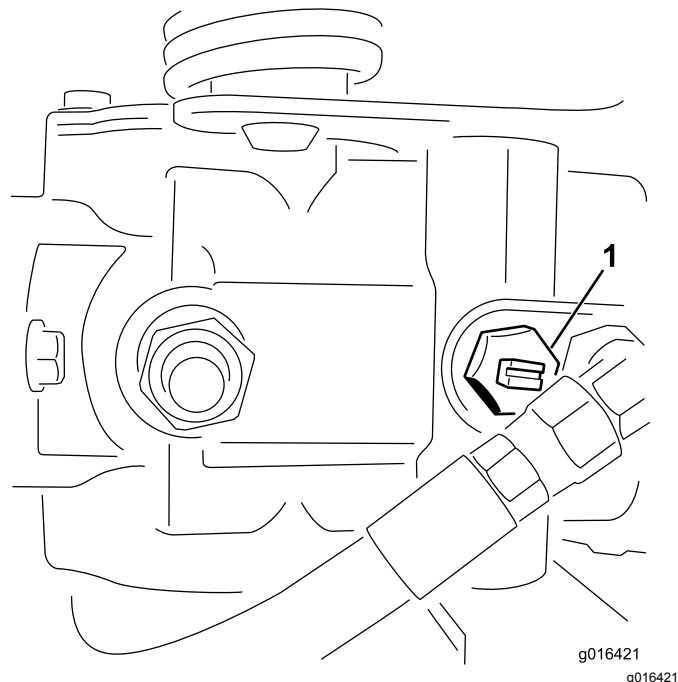

Figure 33
1. Localisez la vanne de dérivation sur la pompe et tournez-la jusqu'à ce que la fente soit verticale (**Figure 33**).
2. Avant de mettre le moteur en marche, fermez la vanne de dérivation (fente horizontale) (**Figure 33**).